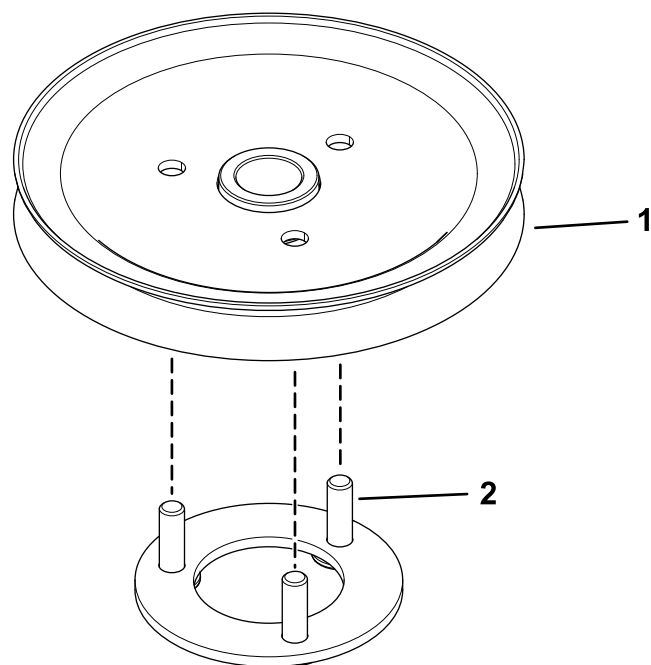

Figure 2
2. Insérez les goujons du plateau de support de la poulie dans les trous de la roue à gorge (Figure 2).